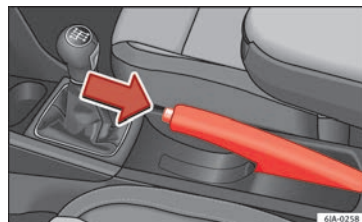

Abb. 175 Mittelkonsole: Handbremse
– Ziehen Sie den Handbremshebel etwas hoch und drücken Sie **gleichzeitig** den Sperrknopf » **Abb. 175**.